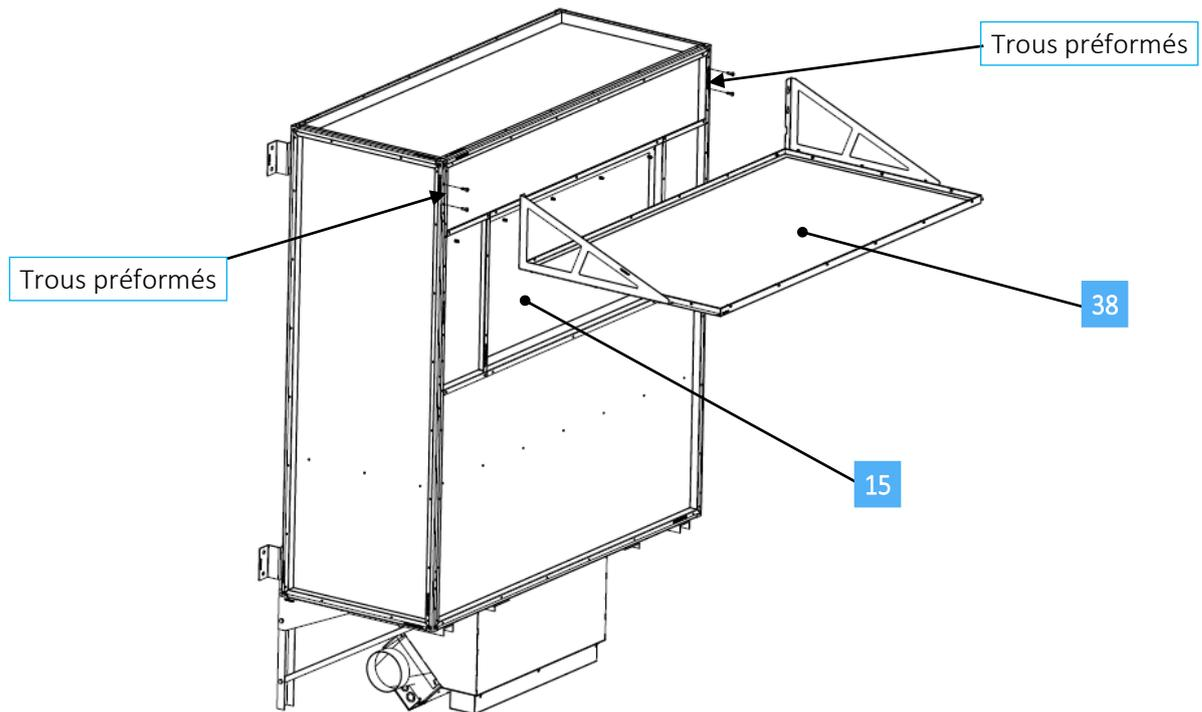

Fig. 37 Montage de l'assemblage de montage du miroir à la dark box.
- 3 Fixer les rabats extérieurs du châssis [34] (figure 35) avec le fond des crochets [31] et [32] à l'aide des vis M6 [37], comme le montre la figure 36 (les ailettes doivent être situées au-dessous des crochets une fois monté). Commencez par entrer les 4 vis M6 fournies dans les trous dans le cadre de la dark-box (Figure 37). Puis ramasser l'ensemble du miroir [38] (au moins 2 personnes), insérer dans des trous dans les crochets [31] et [32], dès que les vis montées sur la dark-box (Figure 37) et serrer. La partie saillante du miroir [33] doit entrer en contact avec le panneau CoeLux® [15] en prenant grand soin de ne pas le rayer.